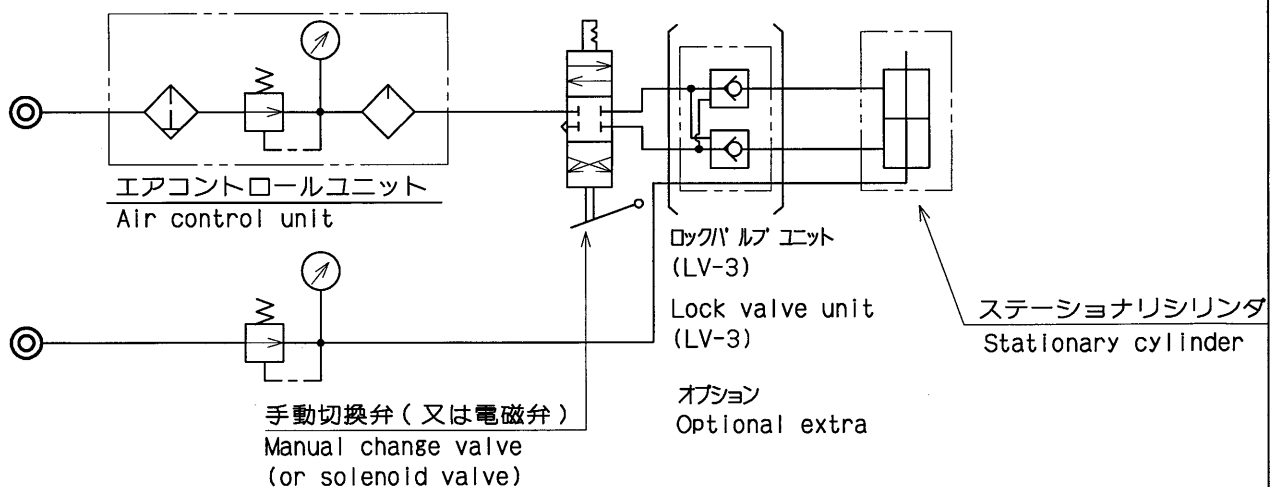

FIG. 3 エア回路図
- エア回路図の一例を下記します。（FIG.3）
- 着座確認を行う際は、P.2 ⑩のオリフィスプラグを取外し、使用して下さい。
- ① エアコントロールユニットのルブリケータに、タービン油（粘度 ISO VG32 相当品）を指示線の上限まで入れて下さい。
- ② エア圧力調整ハンドルで圧力を低圧（0.2～0.25MPa）に設定し、切換弁のインチャング（短く切換弁をON,OFFする）を行い、確実に作動するか確認して下さい。
- ③ ルブリケータ上部のニードル部を回して、サイドドームの滴下調整を行います。滴下量は1クランプで2～3滴が適当です。
- ④ エア圧力を0.5MPaまで上昇させ、各部のエア漏れや異常をチェックして下さい。